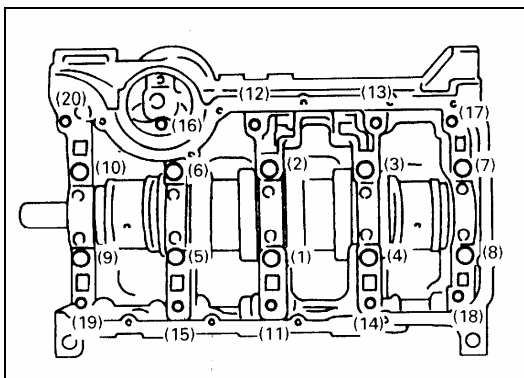

Рис. 4-79.
(1). Затянуть болты с (1) по (10) до момента затяжки 26-30 Н\*м, Рис. 4-79.
(2). Затянуть болты с (11) по (20) до момента затяжки 10-13 Н\*м в последовательности, как показано на Рис. 4-79.
(3). Затянуть болты до момента затяжки, указанного в спецификации, аналогично пункту (1).
(4). Затянуть болты заданного момента затяжки, аналогично пункту (2).